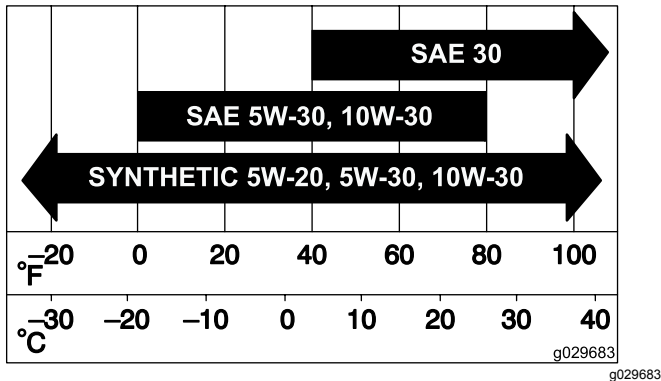

Figura 32
3. Abra los cierres del limpiador de aire y tire de la tapa de la entrada de aire para separarla del cuerpo del limpiador de aire (Figura 32).
5. Extraiga con cuidado el filtro del cuerpo del limpiador de aire (Figura 32).
2. Introduzca el filtro con cuidado en la carcasa del limpiador de aire (Figura 32).
3. Instale la tapa del limpiador de aire y fije los cierres (Figura 32).